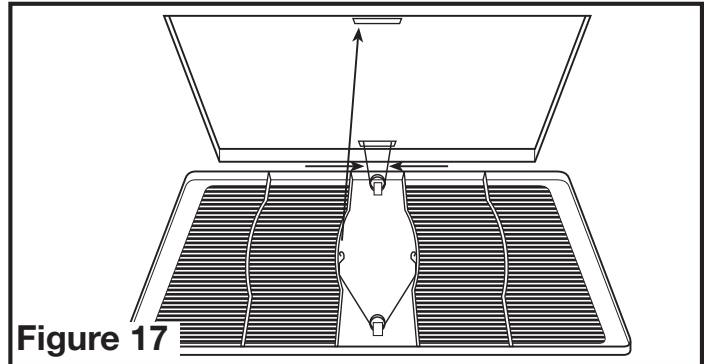

Figure 17
- 5a. **MODÈLES STANDARDS ET AVEC DÉTECTION D'HUMIDITÉ:** Installez la grille en pressant ensemble les deux extrémités des ressorts et en les installant dans les fentes du châssis du ventilateur. Pousser la grille en position (Figure 17).